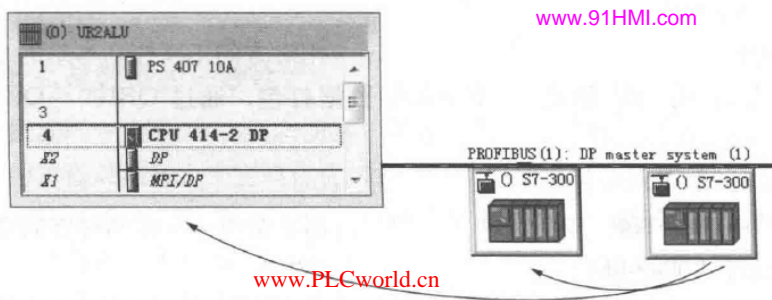
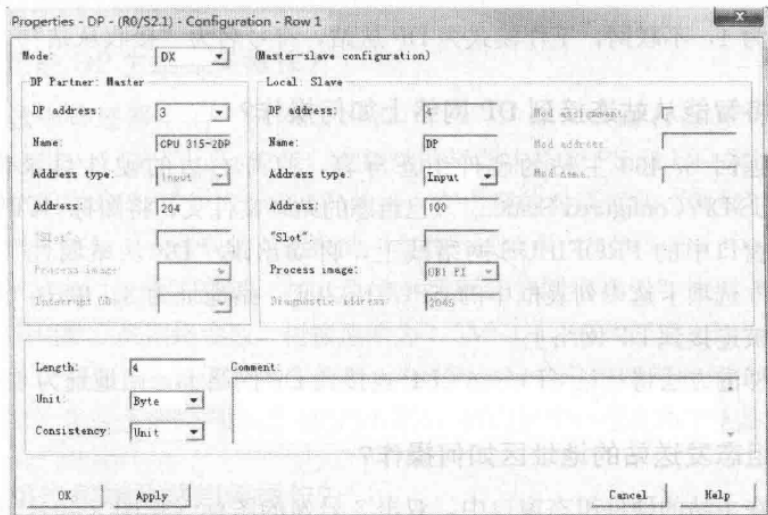

图 6-38 HW Config 中的 DP 网络
图 6-41 CPU316-2DP 直接数据交换的参数设置
答：在 STEP7 中创建一个名为“PB-DX”的项目，选择 CPU 为 CPU414-2DP。DP 主站系统有 3 个 CPU（见图 6-38），DP 主站 CPU414-2 的符号名为“DP 主站”，站地址为 2；DP 从站 CPU315-2DP 的符号名为“发送从站”，站地址为 3；DP 从站 CPU316-2DP 的符号名为“接收从站”，站地址为 4。
双击机架中 CPU 模块内标有 DP 的行，在出现的对话框的“常规”选项卡中单击“属性”按钮，在出现的对话框的“参数”选项卡（见图 6-29）中，默认的站地址为 2。单击“新建”按钮，在出现的对话框的“网络设置”选项卡（见图 6-30）中，采用默认的网络参数，传输速率为 1.5Mbit/s，总线配置文件为 DP，多次单击“确认”按钮，返回硬件组态窗口，在 CPU414-2DP 的机架右侧出现 PROFIBUS-DP (1) 主站系统的网络线（见图 6-38），此时图中还没有两个从站。
答：回到主站的硬件组态窗口后。双击 4 号 DP 从站的图标，在出现的对话框的“组态”选项卡中，组态通信的 I/O 区地址。单击“新建”按钮，出现设置 DP 从站 I/O 区地址的对话框（见图 6-41）。用最上面的“模式”选择框选 DX 模式。设置图 6-42 中第一行的参数，使 4 号从站通过 DX 接收 CPU315-2 发送到主站的数据中的第 3~6 个字。值得注意的是，在 DX 通信组态中，通信伙伴被自动指定为发送数据的 3 号站，但是通信伙伴的地址区必须在主站（2 站）接收 3 号站发送的数据的过程输入区 IW200~IW214 中，相当于 3 号从站主站发送数据时，4 号从站“偷听”其中的部分数据（见图 6-38）。